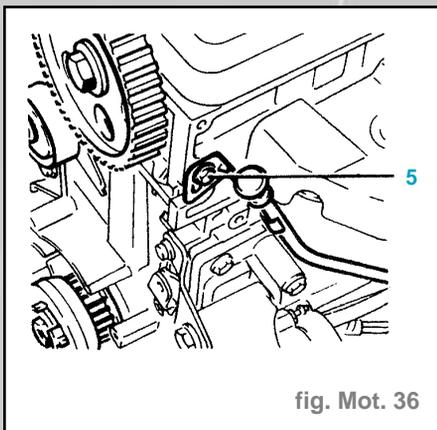

fig. Mot. 36
- la vis du tube de jauge à huile (5) (fig. Mot. 36).